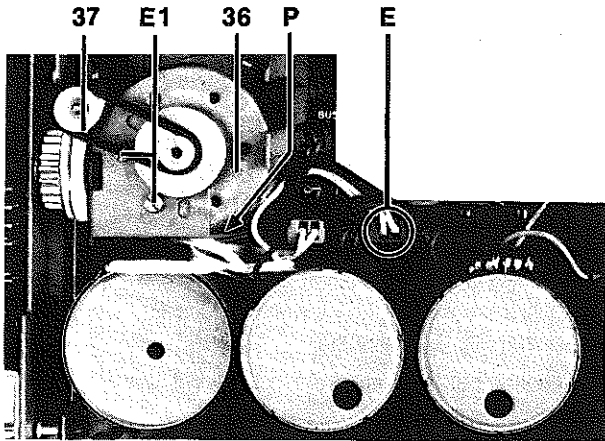

Fig. 13a
19. Remplacement du moteur tiroir (Fig. 13a)